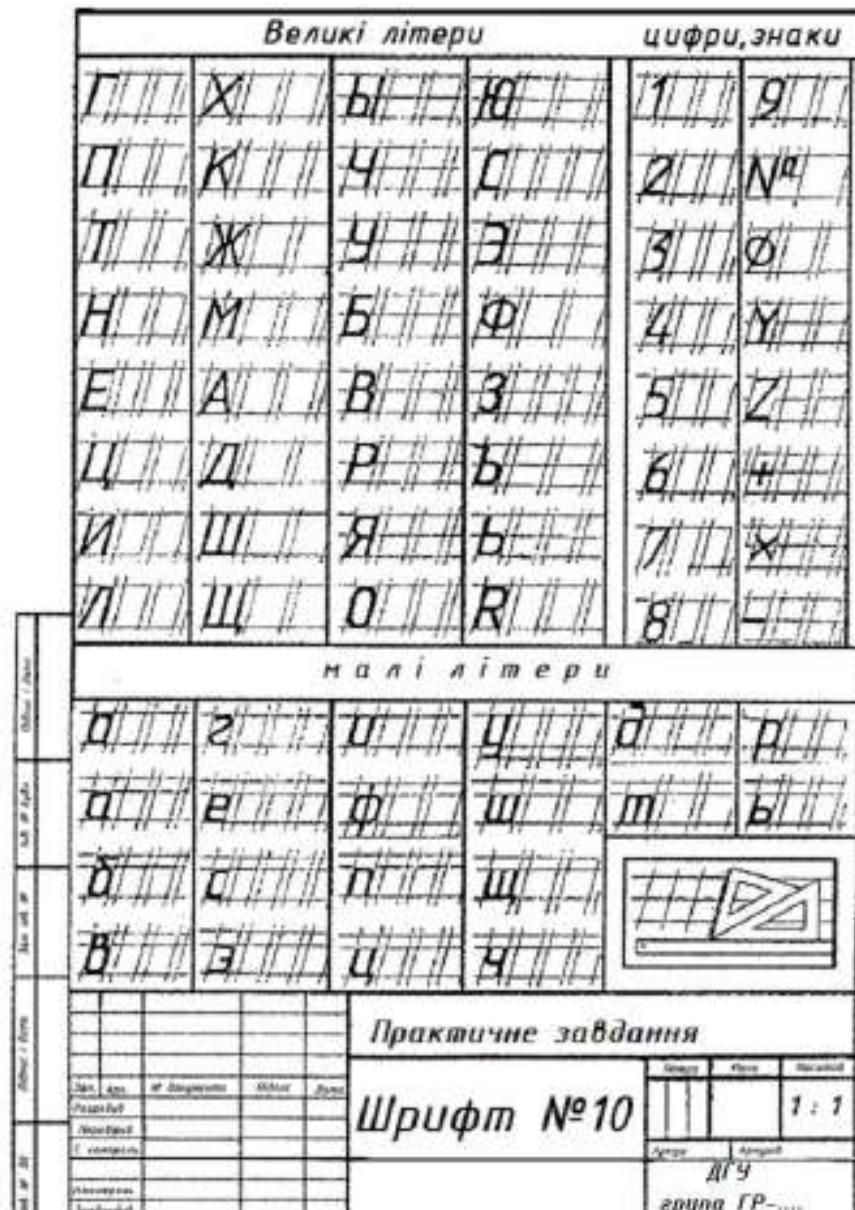

Рис. 18 – завдання № 6 в.
1. Після ознайомлення з теоретичною частиною (рис. 18) треба креслярським шрифтом зробити практичну вправу.